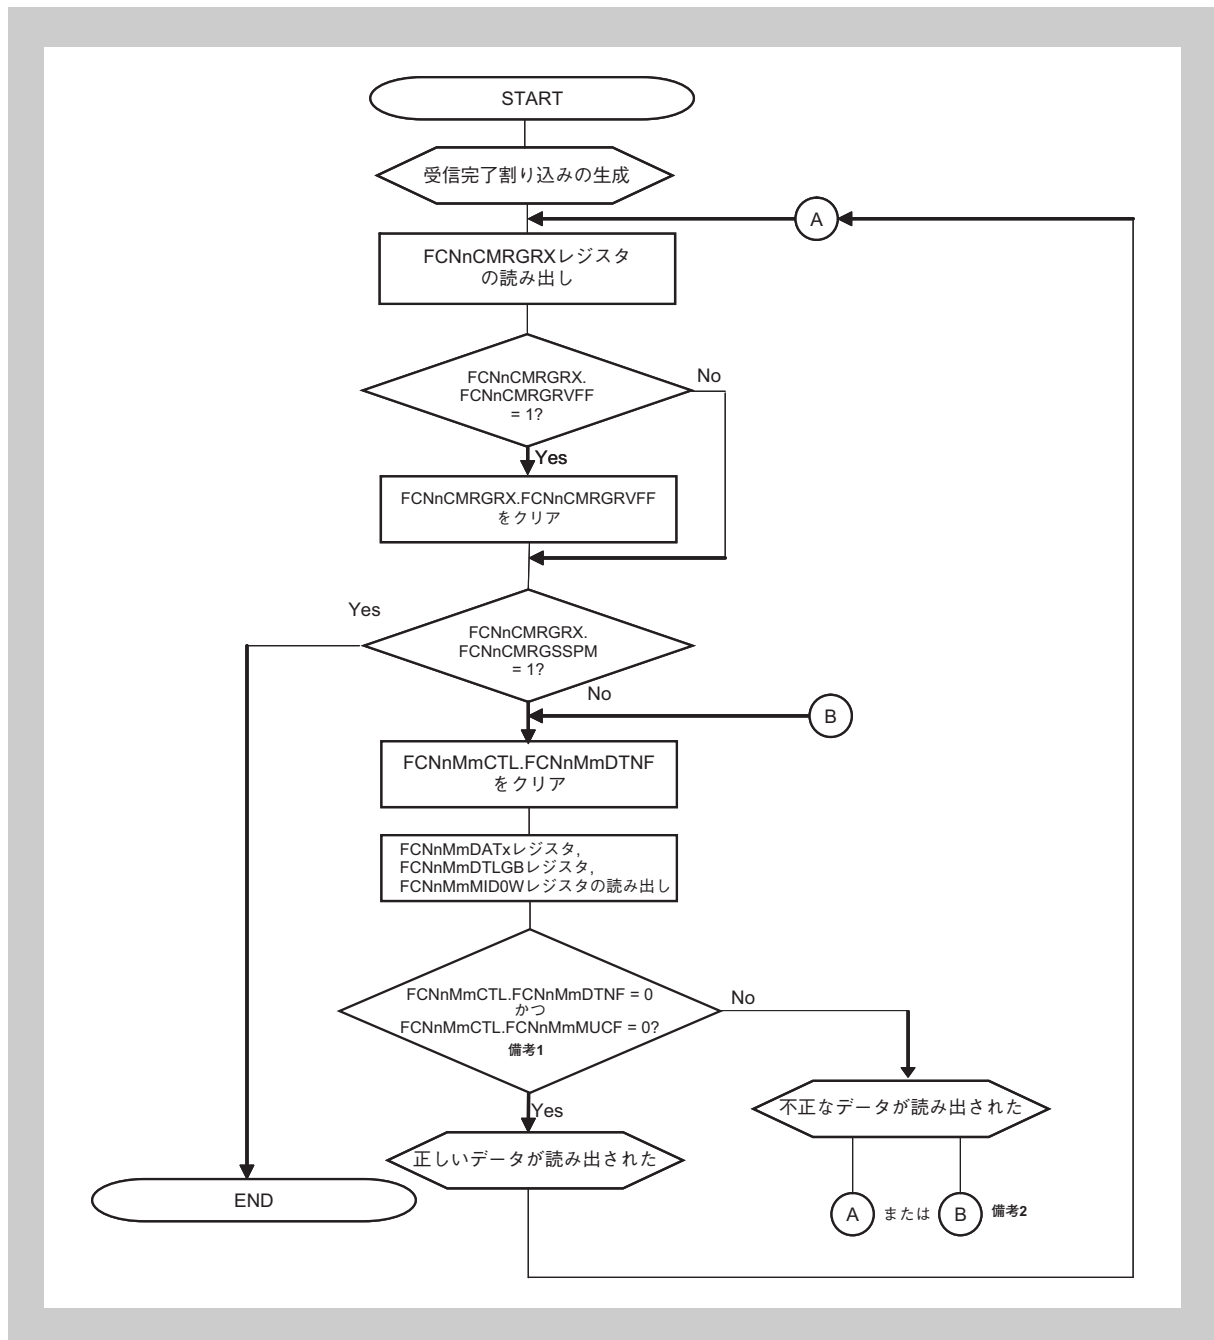
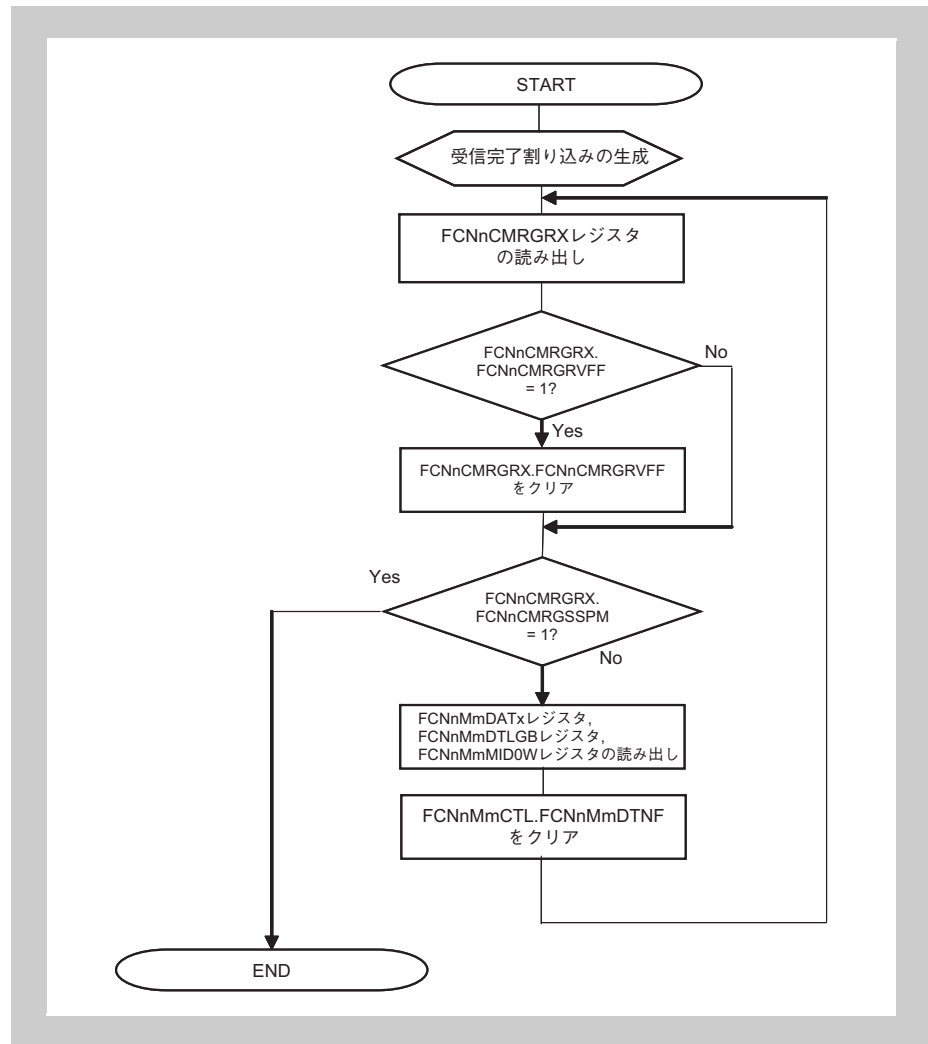

図 24-32 割り込みを利用した受信 (FCNnCMRGRX レジスタを利用)
図 24-33 割り込みを利用した受信 (FCNnCMRGRX レジスタを利用) の別の方法
5. 図 24-32 「割り込みを利用した受信 (FCNnCMRGRX レジスタを利用)」の方法は、代わりに図 24-33 「割り込みを利用した受信 (FCNnCMRGRX レジスタを利用) の別の方法」の方法を利用することができます。